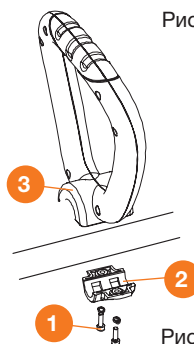

Рис. 3
- Открутите винты ① крепления рукоятки.
- Снимите нижнюю часть крепления рукоятки ②.
- Соедините верхнюю часть рукоятки ③ с нижней ② и закрепите рукоятку с помощью винтов ①, но не затягивайте.
- Отрегулируйте рукоятку для удобного кошения и затяните винты ① (Рис. 3).